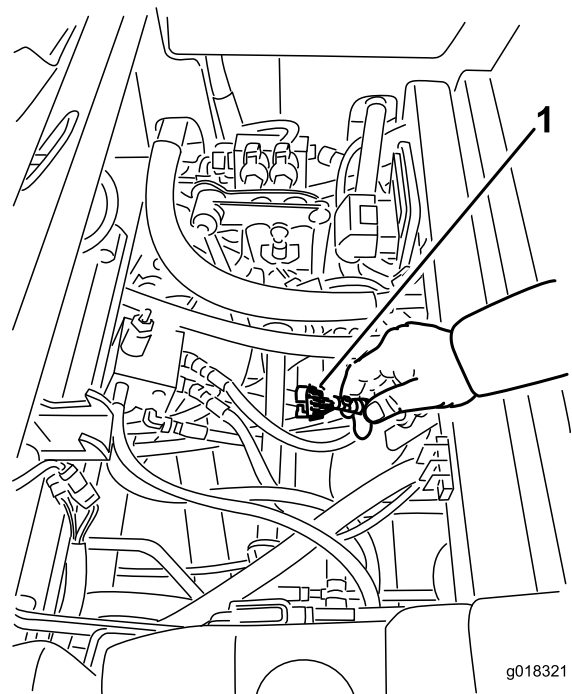

Figura 40
3. Localice el arnés de cables y los conectores, que están situados cerca del controlador (Figura 40).